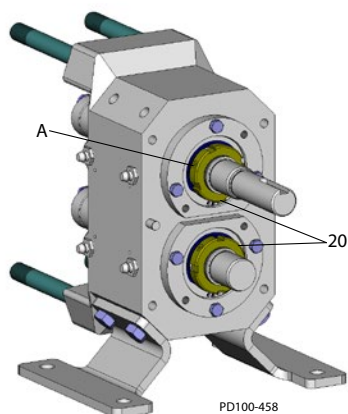

Figure 51 - Serrez les vis de pression
4. Serrez ou desserrez le contre-écrou du roulement (Figure 51, objet 20) pour atteindre une valeur de serrage comme décrit dans Tableau 6.
5. Serrez la/les vis de pression de blocage (Figure 51, objet A) dans les contre-écrous du roulement (objet 20).